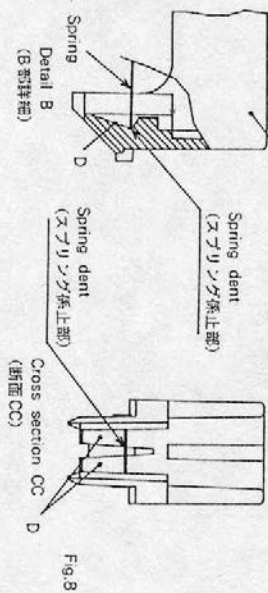

Fig. 8
2. Referring to Fig. 8, press the key in the direction of 4.
2 スプリングをKEYスプリング係止部にあて (Fig. 8参照)、方向4にKEYを押し込みます。
Firmly rest the spring on the spring dent (Fig. 8). Don't let the spring stop at the slope D or the key touch will differ from previous sensitivity.
スプリングをFig. 8に示すスプリング係止部に確実に係止しないと (斜面Dに止まる事がある) KEYタッチが変化します。